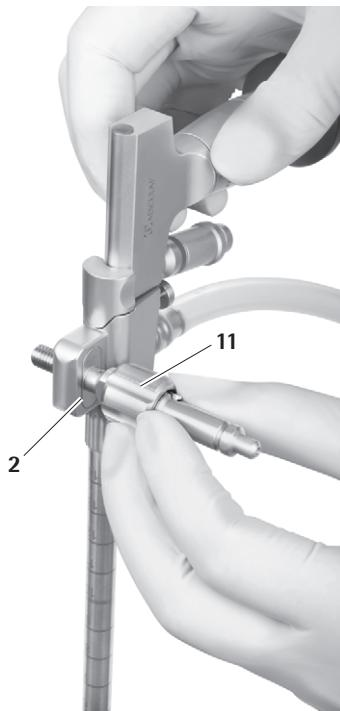

Fig. 18
- Introduceți în orificiu adaptorul pentru brațul de susținere 11 pe fiecare parte laterală (dreapta/stânga), nu contează ordinea, până când flanșa se înclichează în canelura prevăzută 2, care este utilizată pentru fixarea brațului de susținere, vezi Fig. 18.